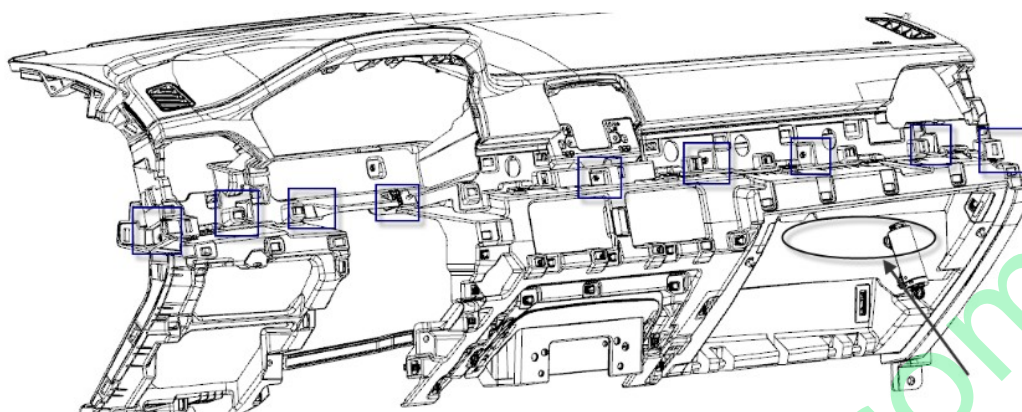

图 1.5.20 仪表板上本体安装状态
- (1) 用十字螺丝刀拆掉图 1.5.20 中的九个螺钉 Q2734216F31A;
- (2) 用 10#棘轮拆掉图示椭圆处的两个 PAB 固定螺栓 Q150B0620T1F3A
- (3) 在仪表板上本体上六个塑料卡扣安装座处，按照图示旋转箭头方向，用力抬起，使之脱离仪表板下本体。注意用力柔和平稳，不要用力过猛，防止把塑料卡扣和仪表板拆坏;
- (4) 旋转 6° 后按照水平向上 6° 方向，把仪表板上本体总成托出（包括仪表板风道、PAB 及 4G 天线等模块）。